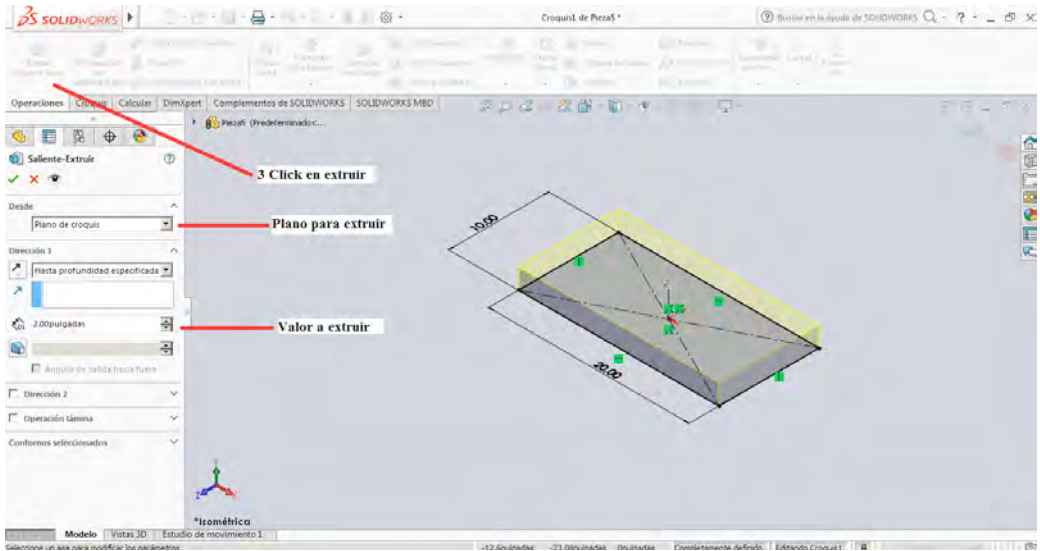

Figura 3-15
3. Posterior a la realización del croquis se realiza click sobre la pestaña de operaciones y posteriormente se realiza click sobre la herramienta **Extruir Saliente Base**, en la figura 3-15 se muestra el procedimiento y el valor a extruir.